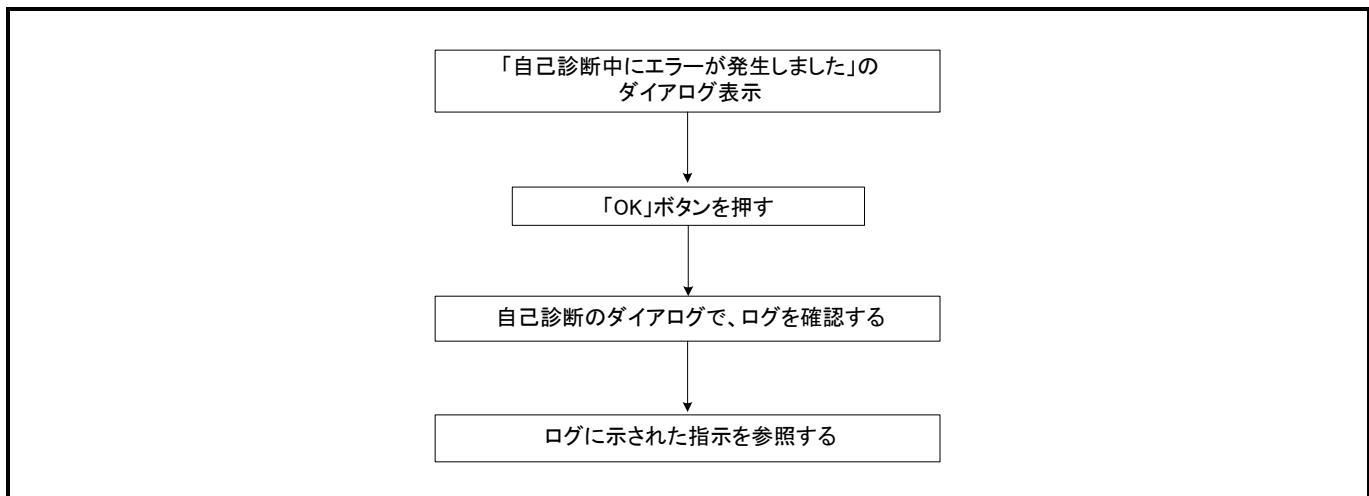

図6.2 自己診断エラー時の確認フロー
- ① E100エミュレータ本体とMCU Unitの接続を再度ご確認ください。
- ② 正しいファームウェアを再度ダウンロードしてください。
- ③ デバッグソフトの自己診断エラー時のログを確認いただき、ログに示された指示をご参照ください。 (図6.2 参照)